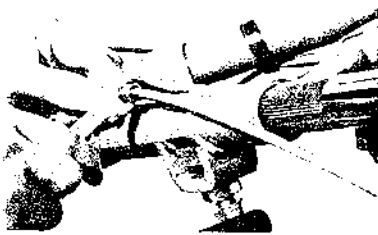

Fig. 24
5. Régler le câble de blocage des roues. (Après cette première vérification, effectuer ce contrôle toutes les cinquante heures d'utilisation). (Fig. 24)